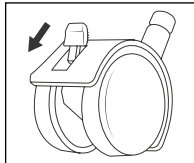

Fig. 6
- ◆ Pressione a alavanca de ambas as rodas com alavancas de fixação 11 quando pousar o aparelho nalgum local, de modo a evitar que este deslize (ver fig. 6).